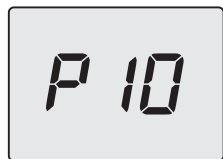

Figura 5.49
- Scorrere i vari parametri utilizzando i tasti 13 (indietro) o 15 (avanti) fino a far apparire sul display LCD le lettere **P10** che si alternano con il valore del parametro (Figura 5.49).